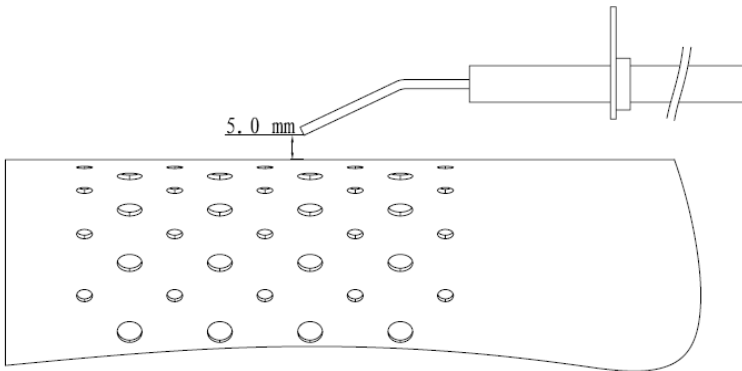

Fig.5
5.2. Verificați poziția electrodului de pornire (vezi Fig.5).